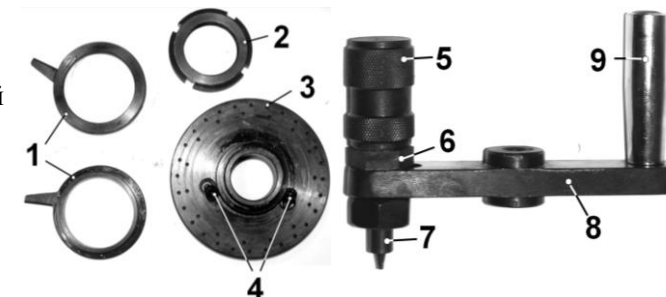

Рис. 2
5.2. Как показано на Рис. 2, открутите с делительной головки гайку (2), снимите две линейки (1).
5.4. На место нониуса установите делительный диск (3), совместив отверстия на корпусе поворотного стола (11) и делительного диска (3), закрепите двумя болтами (4); установите и закрепите гайкой (2) две линейки (1), Рис. 2, 3.
5.5. На место маховика делительной головки установите маховик (8), закрепите гайкой (10), Рис. 2, 3.
6.1. На делительном диске (3), Рис. 2, выполнены два ряда равноудалённых отверстий, предназначенных для деления заготовки на разные углы поворота.
6.2. Для установки фиксатора (5) с пальцем (7) на требуемую окружность делительного диска (3), Рис. 2, отпустите зажимную гайку (6), оттяните фиксатор (5), переместите фиксатор (5) в зону окружности используемых отверстий. Отпустите фиксатор (5) так, чтобы палец (7) попал в одно из отверстий. Закрепите положение гайкой (6).